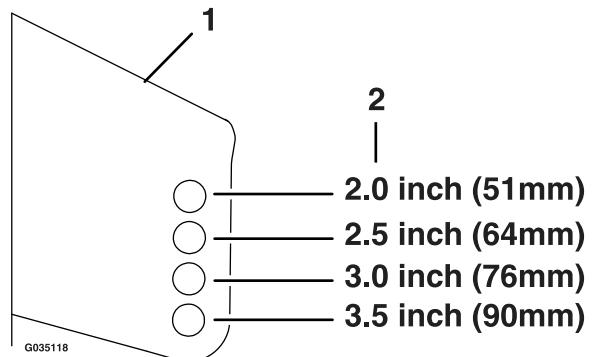

Figure 29
6. Placez les galets dans l'une des positions illustrées à la Figure 29. Les galets maintiennent une garde au sol de 19 mm (3/4 po) qui minimise les traces profondes dans le gazon ainsi que l'usure et l'endommagement des galets.